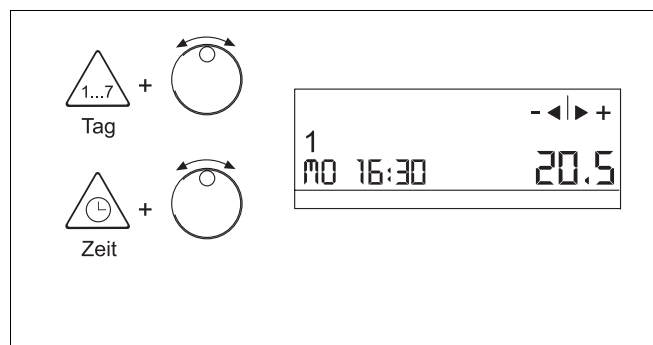

Abb. 18 Sommer-/Winterzeit einstellen
- ▶ Taste „Zeit“ (Abb. 18) drücken und gedrückt halten.